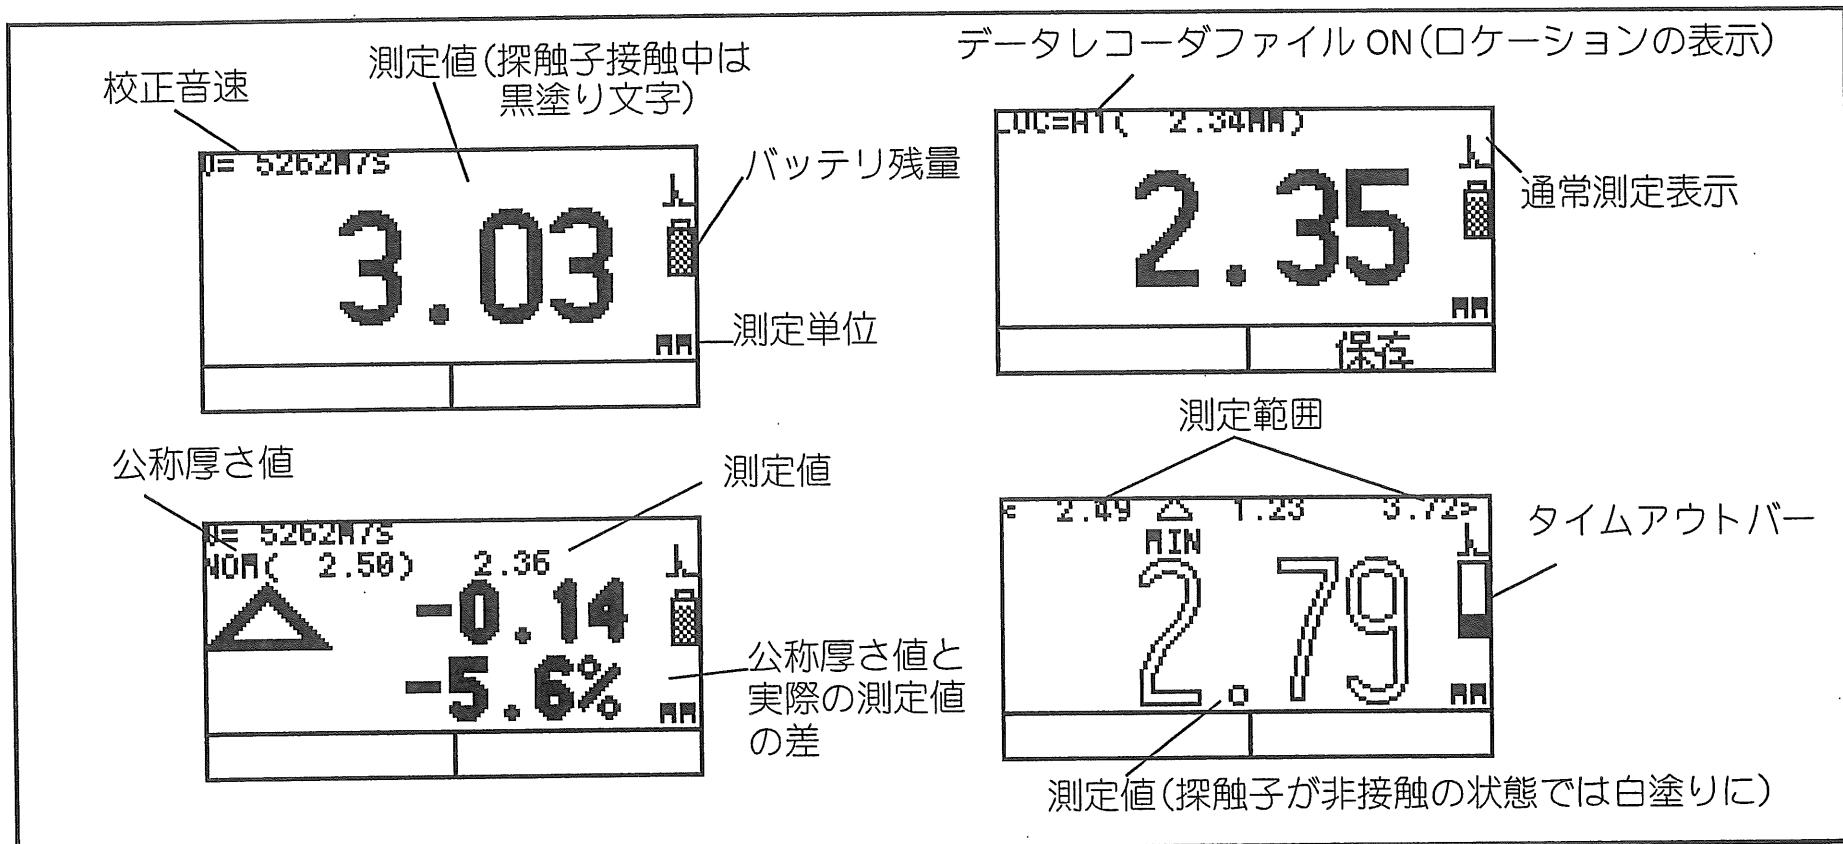

図 2: 測定値表示モード
- ・ **測定値モード**：測定値、アイコン、データレコーダ搭載の場合はファイル名や保存先を表示します。図 2 に代表的な測定値表示を示します。表示は、機器の設定やオプション機能によって若干異なります。